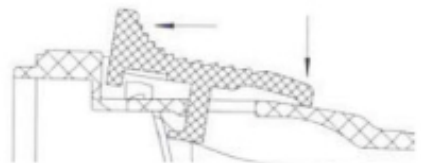

IMAGEN 9
12.3. Al mismo tiempo que presiona la parte trasera del gatillo, lleve al mismo para adelante. (IMAGEN 9)